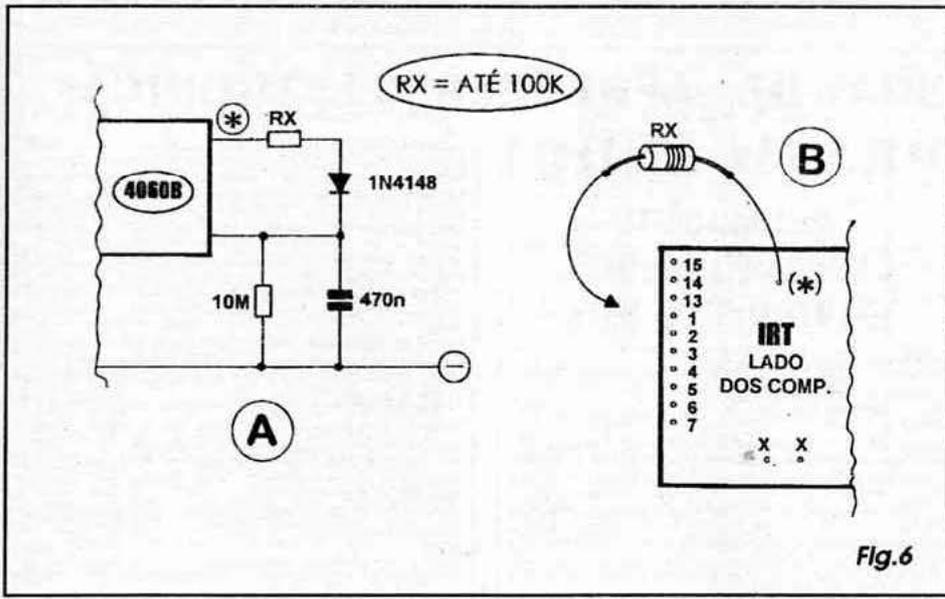

Fig.6
- - Resistores extras (com valores entre 1K e 100K...) para experimentações complementares (conforme explicado na FIG. 6 e texto correspondente...).
- FIG. 6 - EXPERIMENTAÇÕES COMPLEMENTARES... - A presença do diodo entre a saída escolhida do 4060 e o seu pino 12, de reset, faz com que a carga do capacitor de 470n seja praticamente imediata, cada vez que a mencionada saída se manifestar alta, enquanto que a descarga do capacitor se dará com relativa lentidão via resistor de 10M, com a geração das interrupções aparentemente aleatórias já mencionadas... Entretanto, é possível também atuar sobre o período (tempo) de carga do capacitor, simplesmente intercalando-se o resistor Rx entre a saída escolhida ou experimentada e o terminal de anodo do diodo, conforme mostra o item